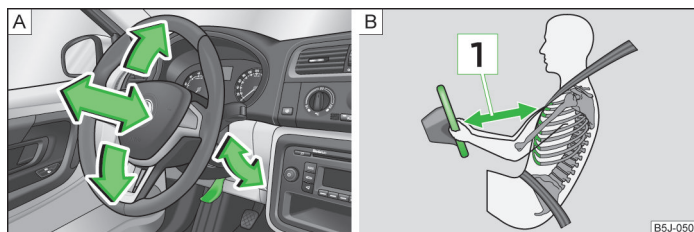

Fig. 86 Volante regulable: Palanca debajo de la columna de dirección/distancia segura hasta el volante
- Ajustar el volante de tal modo, que la distancia entre el volante y el esternón sea, como mínimo, de 25 cm [\[1\]](#) » fig. 86 de la página 96. Si no respeta la distancia mínima, el sistema de airbag no podrá protegerle. ¡Peligro de muerte!
- Girar la palanca situada debajo del volante hacia abajo » fig. 86 - A.